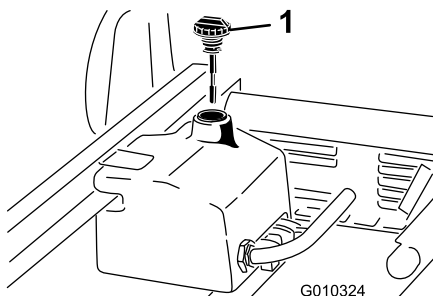

Figura 65
4. Limpe a zona em redor do tubo de enchimento e da tampa do depósito hidráulico (Figura 65).
6. Retire a vareta (Figura 65) do tubo de enchimento e limpe-a com um pano limpo.